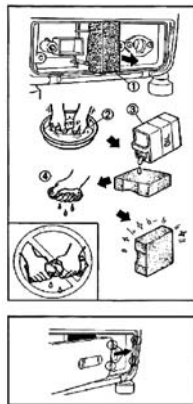

рис. 3
6.3.1 Демонтируйте крышку (рис. 3). Выньте фильтрующий элемент 1 (рис. 3).